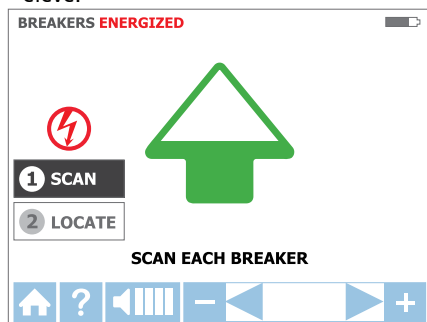

Figure 3.3b
Étape 1 - ① BALAYAGE :
1. L'appareil démarre automatiquement en mode ① BALAYAGE comme indiqué en Figure 3.3b.